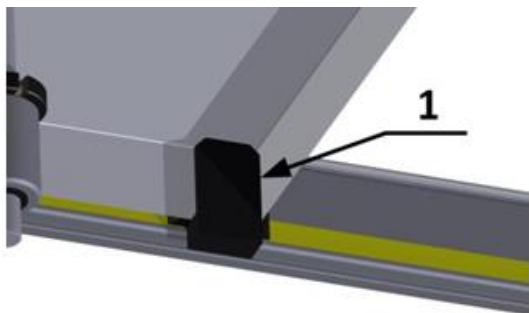

Рис. 6
d) Заготівля встановлюється на підтримки з індикаторами відстані. Внутрішній край дверцят загина натискається на поверхню (1), зовнішній край – на поверхню (2) (рис. 6 та 7). При притисканні до цих поверхонь, поздовжній (3) та поперечний (4) індикатори показують відстань краю до осі пробивної матриці. Після встановлення елемента зафіксуйте його затиском (5). У разі пробивання отворів по лінії переміщення підтримок повинно бути заблоковано: поздовжня вісь замка (6), поперечна (7). Якщо оброблюваний елемент більший за контрольний діапазон, діапазон обробки слід розділити на ліву та праву частини, щоб розміри відповідали протилежним краям. У цьому випадку підтримуючий візок, який не показує поперечне вимірювання, розташовується в середині робочого діапазону.